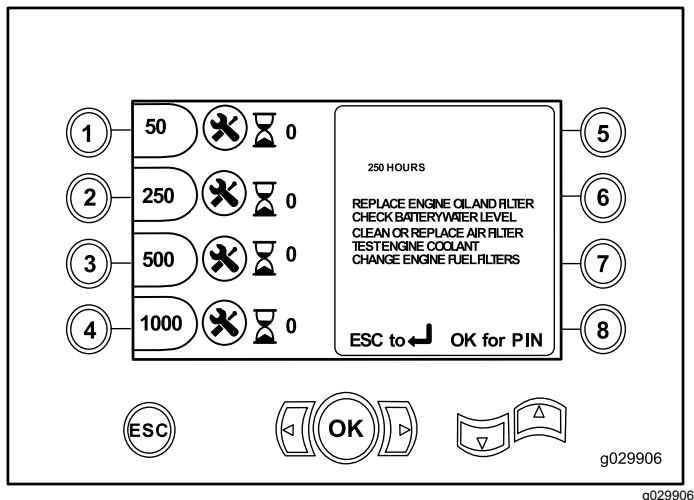

Bild 13
- Taste 2: 250 Stunden (Bild 13)